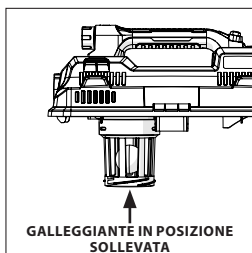

FIG. 3
- Il presente aspiratore a umido/a secco è dotato di un meccanismo galleggiante che si solleverà automaticamente per interrompere il flusso d'aria una volta che il liquido nel serbatoio abbia raggiunto un predeterminato livello. Quando ciò accade, spegnere l'aspiratore, rimuovere la batteria e svuotare il serbatoio della polvere. Sarà possibile accorgersi che il galleggiante ha interrotto il flusso d'aria perché l'aspirazione cesserà e il rumore del motore diverrà più acuto per la sua aumentata velocità. La capacità di liquido può variare in base alla velocità di aspirazione. (Fig. 3)